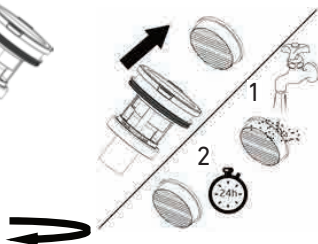

Figur 8
1. Klikk på utløserknappen for støvbeholderen, som er plassert foran håndtaket like over støvbeholderen, og dra ut støvbeholderen. (Figur 8)